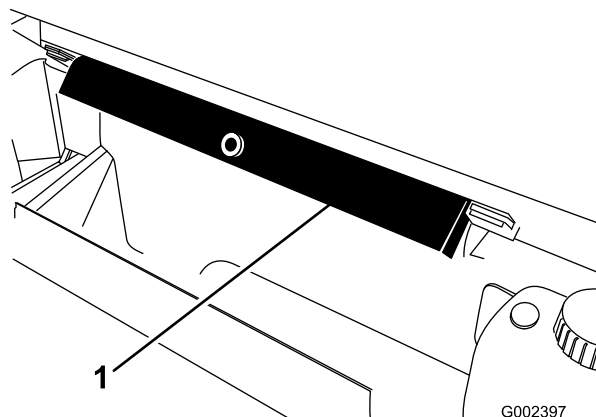

図 45
6. ROPS パネルの後ろについている保管用ブラケットから荷台サポート（安全サポート）を取り外す（図 45）。